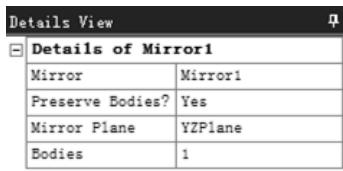

图 3.4.12 “Details View”对话框
- 步骤 02** 选择命令。选择下拉菜单 **Create** → **Body Transformation** → **Mirror** 命令，弹出图 3.4.12 所示的“Details View”对话框。